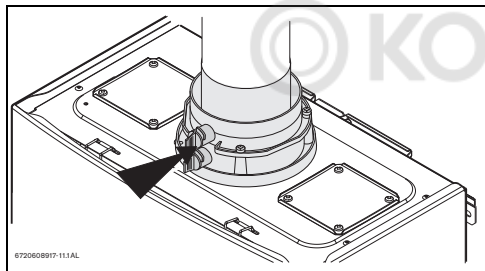

Рис. 50 Отверстие для измерения
- отпустите латунный винт с плоской головкой на манжете дымохода, как показано на Рис. 50 .